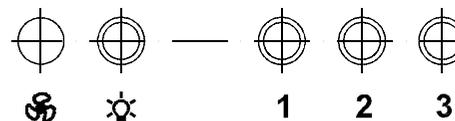

РИС. 8
7.2.2. Кнопочный переключатель (рис. 8) с лампой индикации имеет четыре кнопки с фиксацией.